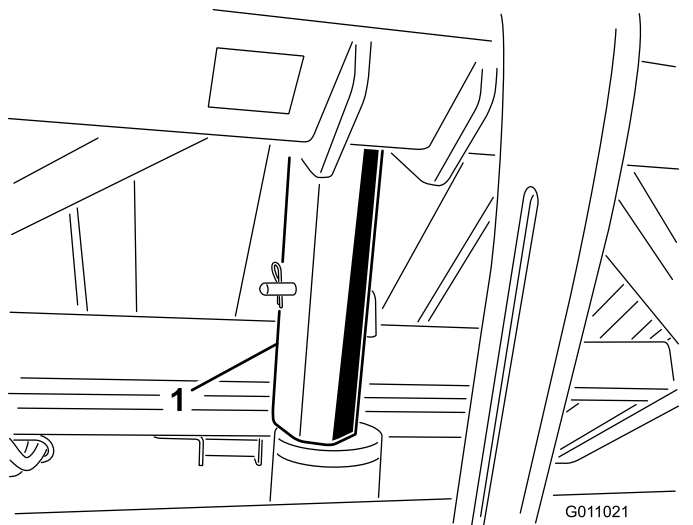

图27
3. 将料斗安全支架插入油缸杆，确保支架端靠在油缸筒和油缸杆头上（图27）。